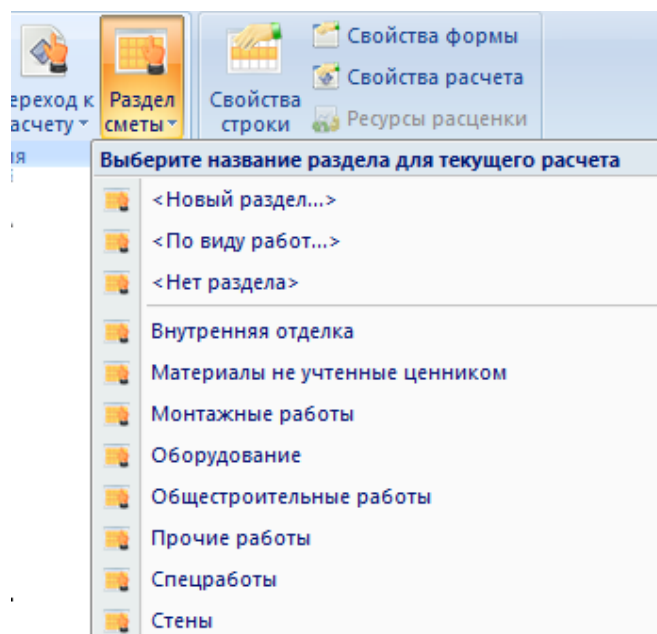

Рис. 2.7 Выбор названия раздела
- Щелкнуть мышью по любой строке таблицы затраты. При помощи команды **Раздел Сметы** (рис. 2.7), расположенной на вкладке **Главная**, выбрать из списка нужное наименование.